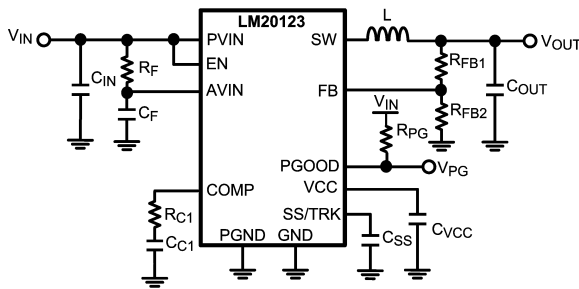

FIGURE 2. Typical Application Circuit
LM20123 は、できる限り少ない外付け部品で効率的な低電圧降圧レギュレータを実装するために必要なすべての機能を備えたスイッチング・レギュレータです。この使いやすいレギュレータは、2つのスイッチ素子を内蔵し、最大 3A の連続出力電流を供給できます。レギュレータは非線形スロープ補償によるピーク電流モード制御により、出力電圧範囲全体にわたり最適な安定性および過渡応答を実現します。ピーク電流モード制御は、入力電圧フィードフォワード、サイクルごとの電流制限、スロープ補償が簡単という特長を原理的に備えています。最大 96% の効率を達成すると同時に、1.5MHz 固定の動作周波数によりインダクタ・サイズを最小化します。高精度な内部電圧リファレンスにより、出力を 0.8V という低電圧に設定できます。そのほか、電流制限、サーマル・シャットダウン、オーバーボルテージ保護、シャットダウン機能を備えています。デバイスは放熱を助ける露出パッドを組み込んだ eTSSOP-16 パッケージで供給されます。5V または 3.3V バスから効率的に降圧する目的で、LM20123 は数多くのアプリケーションに適用することが可能です。LM20123 の一般的なアプリケーション回路は設計ガイドラインの Figure 2 に示しています。
この項では、全機能を有する電源の構築に必要な外付け部品の選定方法を段階を踏んで説明します。どのような DC/DC コンバータの設計であっても、効率、実装面積、性能が最適化のトレードオフになります。このセクションではこれらの設計条件について詳しく取り上げます。部品選定を簡易化するために、下の Figure 2 に示す回路を参考として使用します。特記のない限り、すべての式において単位は電流をアンペア (A)、容量をファラッド (F)、インダクタンスをヘンリー (H)、電圧をボルト (V) とします。
高周波ノイズのスパイクによって AVIN ピンおよび AGND ピンに接続された高感度のアナログ回路が妨害されることを防ぐため、PVIN と AVIN の間に高周波数 RC フィルタが必要となります。これらの部品は Figure 2 に  $C_F$  および  $R_F$  として示されています。 $R_F$  に必要な値は 1 です。 $C_F$  は必ず使用してください。 $C_F$  の推奨値は 1.0 $\mu$ F です。フィルタ・コンデンサ  $C_F$  は、AVIN と AGND を直接接続し、可能な限り IC の近くに配置してください。このとき、 $C_F$  には X5R や X7R など、適切なセラミック・コンデンサを選択すべきです。